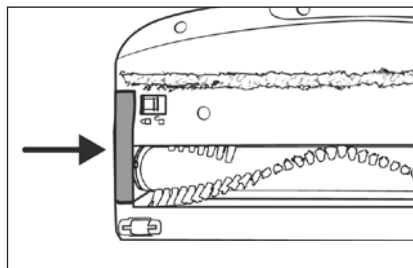

Fig. 27
- 6) Introduceți suportul periei rotative **21** din nou în peria pentru podea **22**. Împingeți-l jos, până când se fixează în peria pentru podea **22** cu un clic (a se vedea fig. 27).